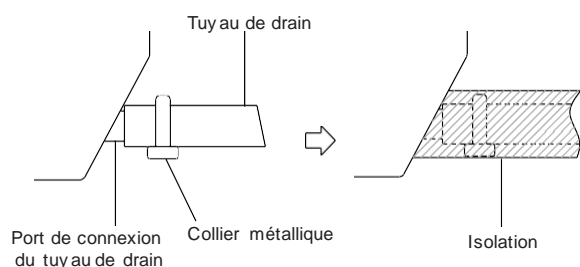

Fig. 6.1
2. Connectez l'embouchure du tuyau de drain au tuyau de sortie de l'unité. Gainez l'embouchure du tuyau et fixez-le fermement à l'aide d'un collier de tuyau (voir Fig. 6.1).